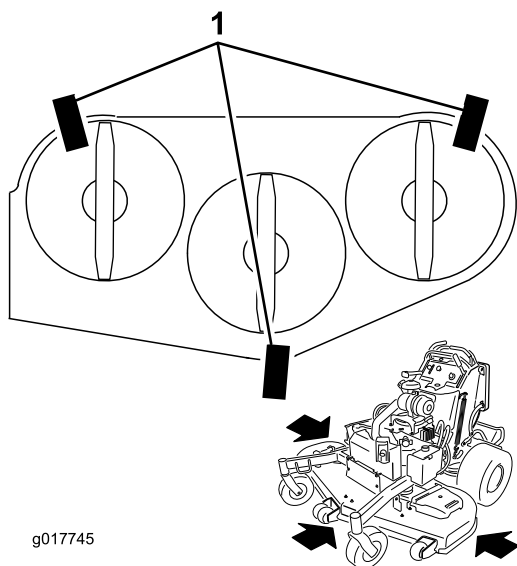

Figure 93
1. Placez 3 cales de 2x4 sous le tablier de coupe comme illustré à la Figure 93. Disposez les cales de 2x4 à 10 cm (4") d'intervalle.
3. Le tablier de coupe doit reposer entièrement sur les trois cales de 2x4 (Figure 93). Le bord arrière du tablier est plus bas de 6 mm (1/4") que le bord avant.